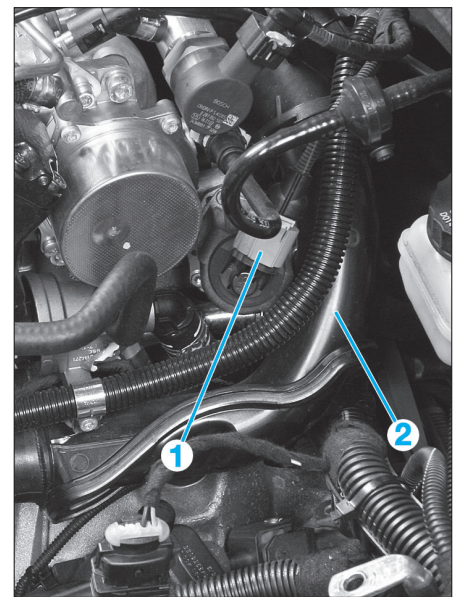

Fig. 47
- débrancher le connecteur (1) de l'électrovanne EGR (Fig.47),